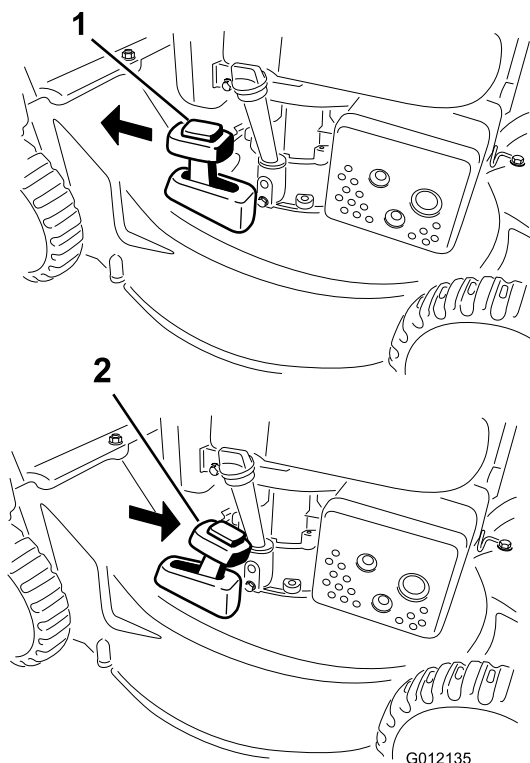

Figura 18
Para reciclar los recortes, mueva la palanca de ensacado a demanda a la posición de RECICLADO (Figura 18).
2. Instale el recogedor; consulte Instalación del recogedor \(página 11\) y mueva la palanca de ensacado a demanda a la posición de ENSACADO, como se muestra en la Figura 18.
Nota: Si el recogedor está instalado en la máquina, retírelo antes de proceder a la descarga lateral de los recortes; consulte Retirada del recogedor \(página 12\). La palanca de ensacado a demanda debe estar en la posición de ENSACADO, como se muestra en la Figura 18.